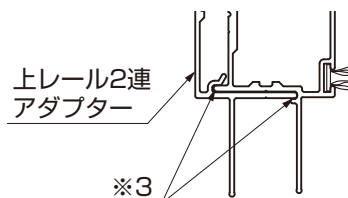

図2-9 A部詳細図
- 上レール2連アダプターは※3の箇所を、はめあうように取付けてください。(図2-9参照)
(4) 吊元側縦枠の取付け